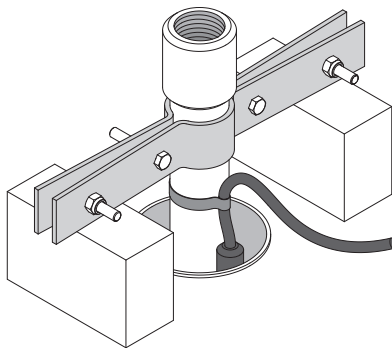

Рис. 7.5 - Подробности см. на стр. 401.
- Рекомендуется вначале подсоединить к нагнетательному патрубку насоса короткий отрезок трубы, прикрепив к нему кабель электропитания. К его другому концу, под соединительной муфтой или фланцем, прикрепите опорную скобу (Рис. 7.5).